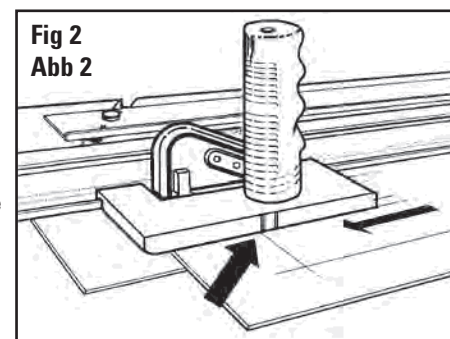

Fig 2
5. Tirer la tête de découpe à angle droit jusqu'à ce que la ligne de séparation inférieure s'aligne avec la ligne de la bordure inférieure. Recommencer jusqu'à ce que toutes les bordures soient coupées (Fig. 2).
5. Tire del Cabezal de Corte Recto hasta que la línea trazada de la parte baja se alinee con la línea del borde inferior. Repita hasta que estén cortados todos los bordes (Fig. 2)
5. Tirare la testa per tagli dritti finché il tratto di matita inferiore non si allinei con la linea del bordo inferiore. Ripetere finché tutti i bordi non siano tagliati. (Fig. 2)